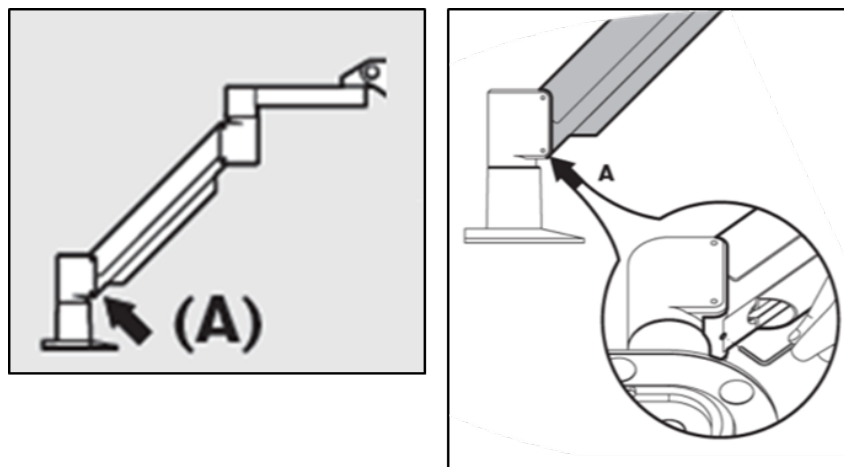

Figura 4-5. Afloje el tornillo A de ajuste del contrapeso
- Si el brazo se **desplaza hacia abajo**, levante el brazo hasta la posición superior y afloje el **tornillo A de ajuste del contrapeso** girando el tornillo como mínimo $\frac{1}{2}$ vuelta. Utilice una llave Allen de 3/32". Véase la figura 4-5.
- Suba el brazo a su posición más alta y apriete el **tornillo A de ajuste del contrapeso** hasta que haga contacto y, a continuación, apriete de $\frac{1}{2}$ a $\frac{3}{4}$ vueltas como máximo. Véase la figura 4-5.